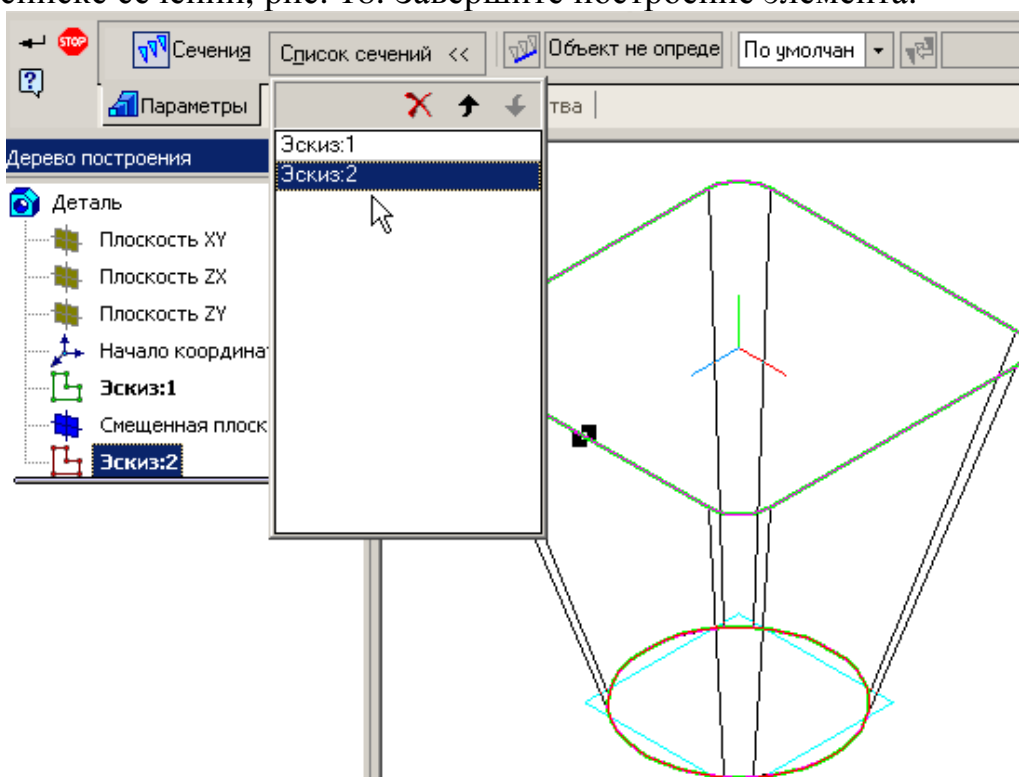

Рис. 18
- Создайте **Смещенную плоскость**  на панели **Вспомогательная геометрия** . Расстояние 100 мм в обратном направлении  от плоскости **ZX**. На смещенной плоскости 1 выполните эскиз в виде окружности произвольной величины (центр окружности совпадает с началом координат), проставьте параметрический размер  $\varnothing 40$ . Перейдите в режим редактирования детали. Нажмите кнопку **Операция по сечениям**  и курсором в дереве построения выделите эскизы 1 и 2. Они появятся в списке сечений, рис. 18. Завершите построение элемента.